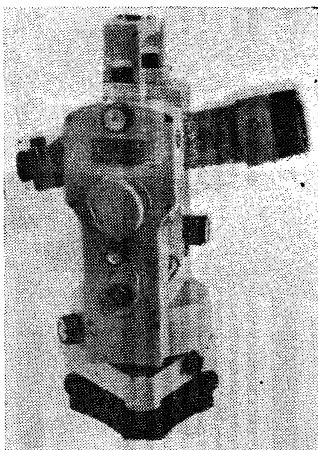

Рис. 11. Дальномерная редуционная насадка ДНР-06 на теодолите Т2
2.23. Дальномерная редуционная насадка ДНР-06 (рис. 11) предназначена для измерения редуцированных расстояний от 20 до 200 м со средней квадратической погрешностью ± 6 см на 100 м. Используется при создании планового обоснования и производства крупномасштабных топографических съемок застроенной территории.